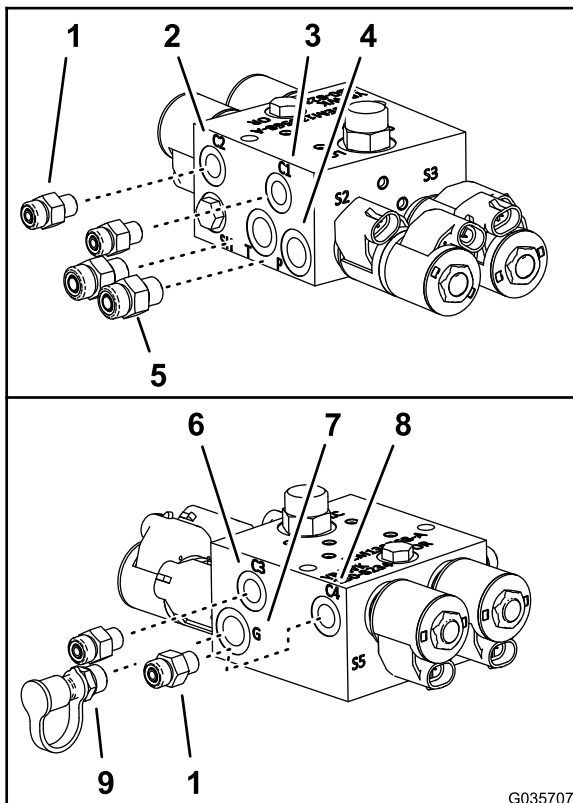

Figure 7
5. Sur le nouveau collecteur des vérins de levage, branchez aux orifices P et T les raccords hydrauliques droits (Figure 7) que vous avez retirés à l'opération 3.
6. Branchez les 4 raccords hydrauliques droits du kit de mise à niveau pour rampes ultrasoniques dans les orifices C1, C2, C3 et C4 du nouveau collecteur des vérins de levage (Figure 7).
7. Branchez le raccord de diagnostic et son chapeau, que vous avez déposés à l'opération 4, dans l'orifice G du nouveau collecteur des vérins de levage (Figure 7).